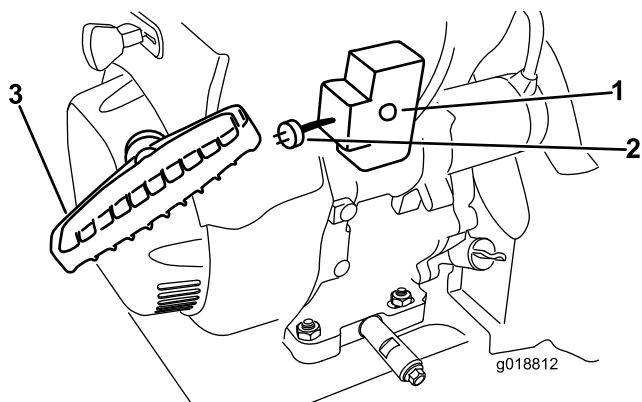

Figure 29
7. Démarrez la machine en tirant sur le lanceur ou en appuyant sur le bouton de démarrage électrique (Figure 29).